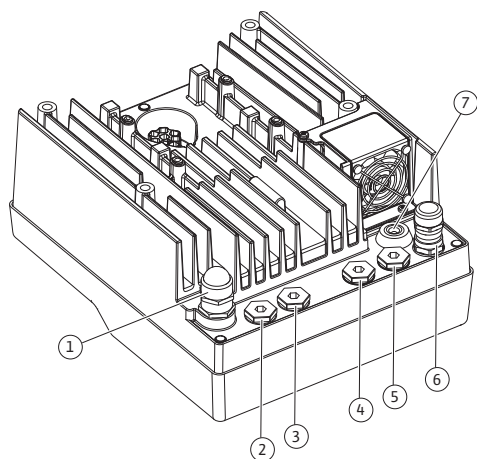

Fig. 18: Passe-câbles à vis/Passe-câbles
4. Guider les câbles de raccordement dans le passe-câbles à vis M25 (Fig. 18, pos. 1). Serrer le passe-câbles à vis au couple prescrit.